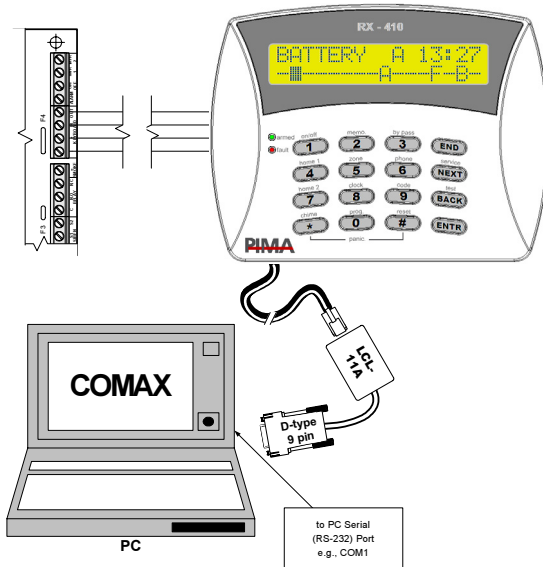

Figura 1 – Conexión del LCL-11A al teclado LCD del Cliente
1. Conecte el conector RJ-11 del LCL-11A al conector RJ-11 del teclado tipo LCD (consulte la Figura 1)